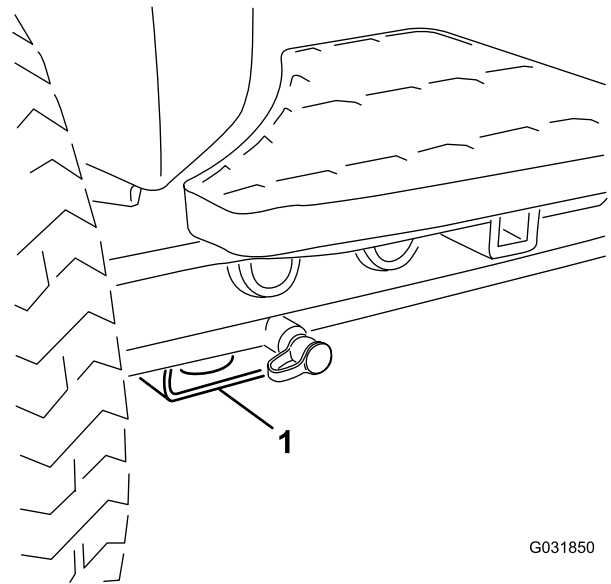

Figure 38
- Avant – patin rectangulaire sous le tube d'essieu, à l'intérieur de chaque roue avant (Figure 38)